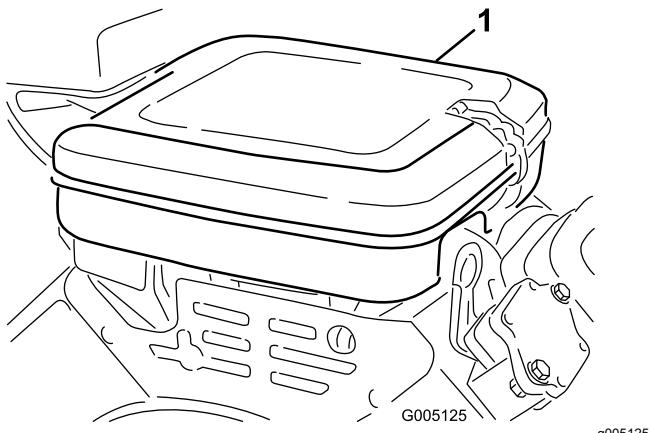

Figure 39
- Nettoyez le couvercle du filtre à air (Figure 39).